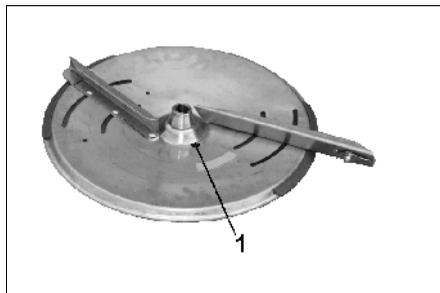

Fig. 54
- Girare il disco di spargimento fino a che il foro del disco  $\varnothing 8$  mm guardi al centro del macchinario. (Fig. 54/1).